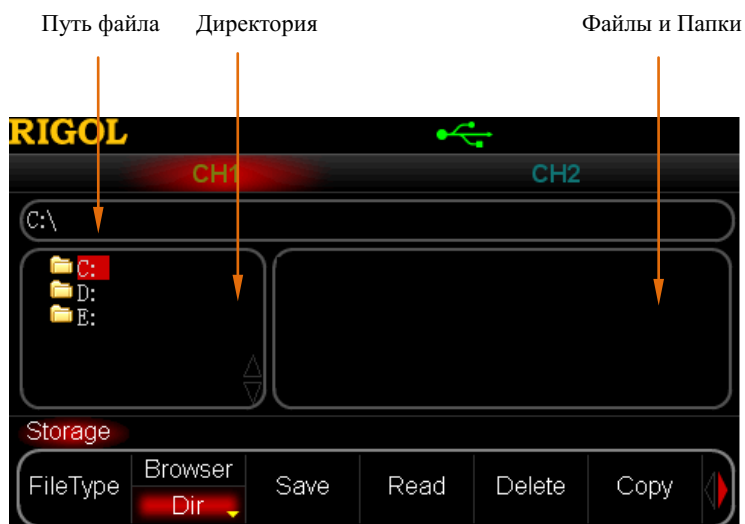

Рис. 9-1 Меню Сохранение и использование
3. Нажмите клавишу **Store/Recall** на лицевой панели устройства для перехода в соответствующее меню. После этого в поле «Директория» отобразится обозначение осциллографа 1. (см. Рис. 9-1)